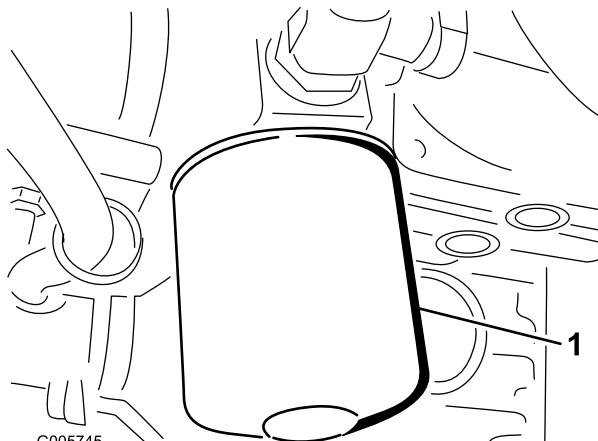

Bild 74
1. Reinigen Sie den Bereich um den Hydraulikölfilter. Nehmen Sie den Filter von der Fassung ab (Bild 74) und reinigen Sie die Filterbefestigungsfläche.